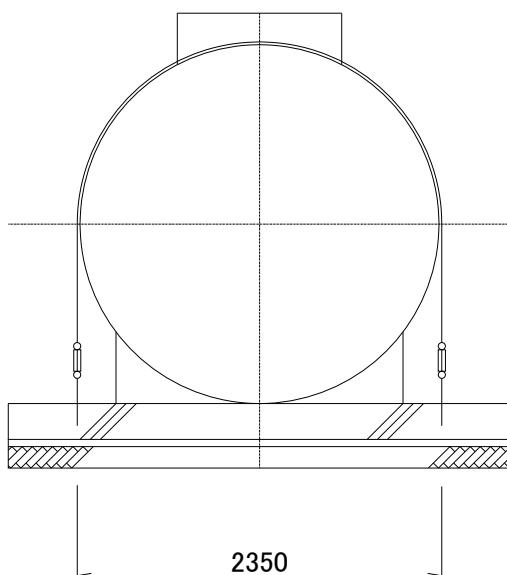
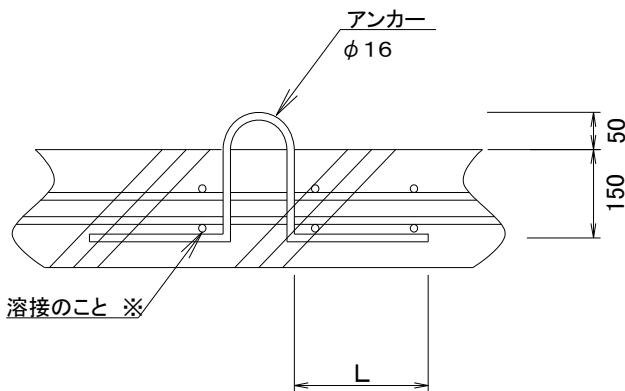

図2
図3
③ベースコンクリートが、200mm厚に仕上がる様に配筋します。
④固定アンカーは、コンクリートの上面から50mm頭を出します。(図2・図3参照)
⑤配筋後、規定寸法までベースコンクリートを200m²で打設します。コンクリート強度2.1KN/cm²以上のものを用いてください。
⑥コンクリートの上面は木ゴテで押さえ、平滑に仕上げてください。
⑦コンクリート打設後、適切な養生を行ってください。